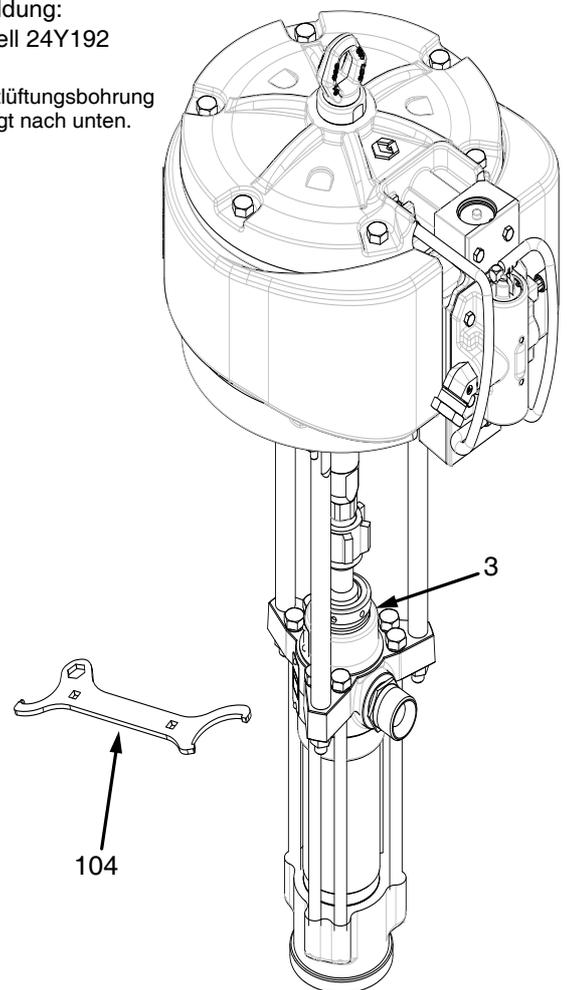

ABB. 6
Packungsmutter (3) zu 1/3 mit Graco TSL-Flüssigkeit (Throat Sealant Liquid) oder einem verträglichen Lösungsmittel füllen. Siehe Abb. 6. Benutzen Sie den mitgelieferten Schraubenschlüssel (104), justieren Sie die Packungsmutter wöchentlich, so dass sie eng anliegt; nicht überdrehen. Vor der Einstellung der Packungsmutter die **Warnung zur Druckentlastung** beachten.
4. Wenn sich die Pumpe nicht richtig füllen lässt, das Entlüftungsventil (35) etwas öffnen. Die Entlüftungsbohrung an der Unterseite des Ventilkörpers (34) als Entlüftungsventil benutzen, bis das Material an der Öffnung sichtbar wird. Siehe Abb. 6. Stopfen (35) schließen.
8. Wenn sich die Pumpe nicht richtig füllen lässt, das Entlüftungsventil (35) etwas öffnen. Die Entlüftungsbohrung an der Unterseite des Ventilkörpers (34) als Entlüftungsventil benutzen, bis das Material an der Öffnung sichtbar wird. Siehe Abb. 6. Stopfen (35) schließen.